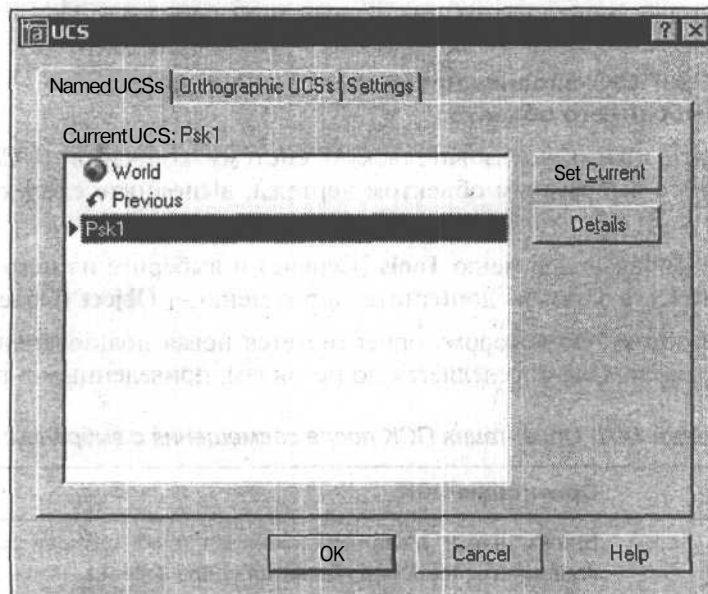

Рис. 14.1. Диалоговое окно управления пользовательскими системами координат
2. На вкладке **Named UCS** (Именованные ПСК) диалогового окна UCS (ПСК) (рис. 14.1) выберите элемент списка **Unnamed** (Без имени) и введите имя пользовательской системы координат. Ввод имени завершите нажатием клавиши <Enter>.